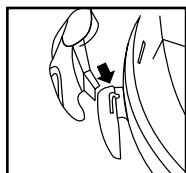

FIGURA 11
12. Coloque las lengüetas en forma de "J" en las ranuras de los soportes para enrollado de cable. **FIGURA 11.** Presione hasta que las lengüetas encajen en su lugar.